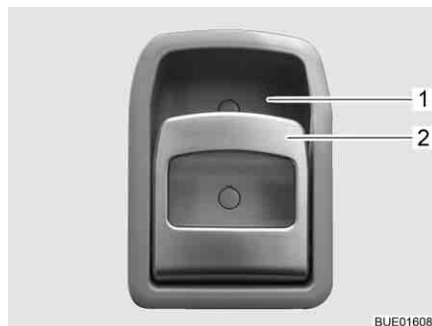

Fig. 64 Serrure de la porte cellule, à l'intérieur
- Tirer sur la poignée (Fig. 64,2). La serrure de la porte se déverrouille et s'ouvre.
- Appuyer sur la poignée (Fig. 64,2) en haut en direction de l'évidement (Fig. 64,1) dans lequel elle repose. La serrure de la porte se verrouille.